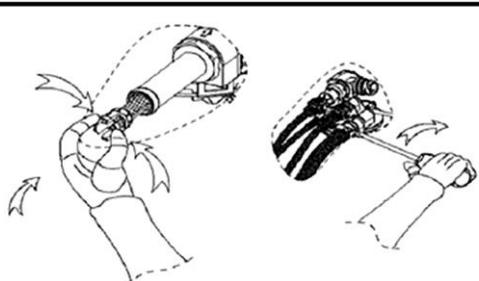

Figura 15
5. Al montarlo pellizque con mano el clip del filtro como la Figura 15 (presione hacia las direcciones que indican las flechas), e instálelo en la unión de tubería de agua con esfuerzo en dirección vertical al mismo tiempo;
6. Monte la tubería y apriete la abrazadera, así termine todo como la Figura 15.